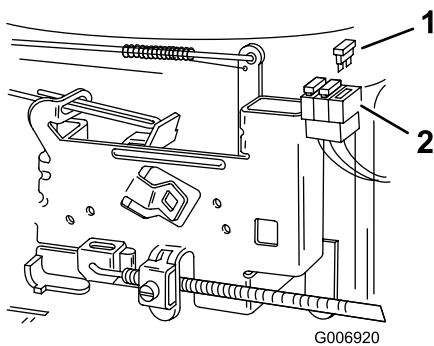

Figure 28
1. Pour remplacer un fusible, tirez dessus pour le sortir de son emplacement (Figure 28).